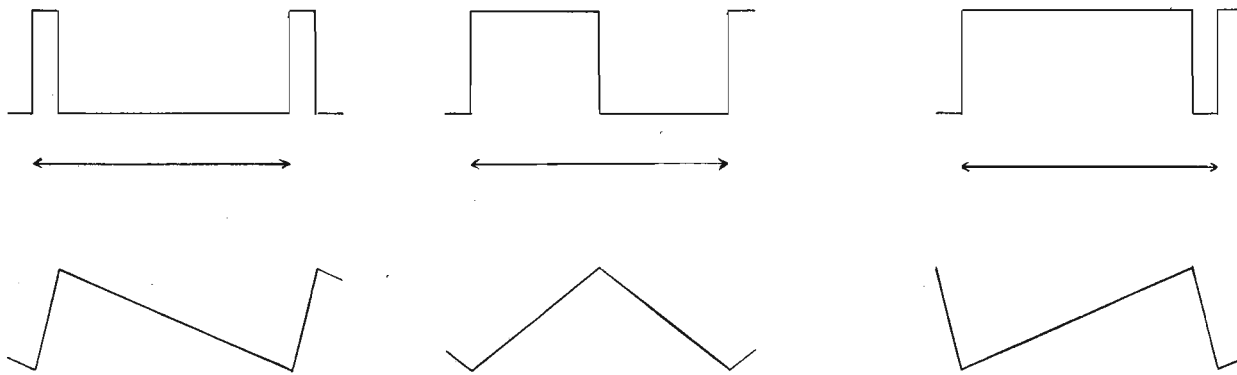

FIGURA 4
mamente occorrerà alimentarlo e dopo qualche minuto a circuito « caldo » regolare definitivamente lo zero. Questo circuito integrato racchiude all'interno i driver dei sette segmenti e richiede all'esterno solo i driver dei catodi comuni (74492). La figura 4 evidenzia il disegno del circuito stampato e la figura 4b il montaggio dei componenti. Come display consigliamo i moduli che contengono all'interno 4 display già collegati a multiplexer.
- 1) possibilità di avere onda quadra e triangolare non più simmetriche, ma con duty cycle variabile (vedi figura 4); naturalmente, quando non c'è simmetria, non è più possibile ottenere l'onda sinusoidale;
Il secondo circuito differisce dal primo essenzialmente per il modo in cui viene variata la frequenza dell'oscillatore: infatti, se non si agisce sul commutatore S_1 (vedi figura 2) le correnti che «entrano» dai piedini 4 e 5 rimangono costanti e la variazione di frequenza è ottenuta tramite il potenziometro R_{12} , cioè cambiando il valore della tensione applicata al piedino 8. Questo spiega anche perché, iniettando un segnale sull'ingresso FM, è possibile modulare la frequenza dell'oscillatore. Per rendere disponibile l'onda sinusoidale su di un'impedenza di uscita più bassa di quella presente sul piedino 2, è stato inserito uno stadio con integrato $\mu A 741$; è così possibile anche variare l'ampiezza del segnale. Entro ciascuna gamma (selezionata tramite il commutatore S_1), la frequenza viene variata agendo sul potenziometro R_{12} . Un discorso particolare meritano le reti R_A e R_B , che permettono di variare il duty cycle dal 10 al 90%; può infatti sembrare assurdo l'uso di 13 resistenze di precisione (1%) e di un commutatore a due vie, 10 posizioni per ottenere una funzione così semplice. Il fatto è che normalmente si vuole variare il duty cycle lasciando invariata la frequenza (vedi figura 4). Se ci si accontenta invece di variare in qualche modo e separatamente la durata delle due parti dell'onda, è sufficiente usare due potenziometri (posizione numero 1 del commutatore S_1). Nel caso si desiderasse che la frequenza dell'oscillatore rimanesse costante al variare del duty cycle, occorrerebbe che le resistenze collegate sui piedini 4 e 5 (chiamiamole R_A e R_B) stessero in una precisa relazione tra loro; per l'esattezza dovrebbe essere: